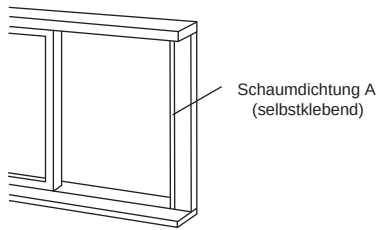

Abb.12
1. Schneiden Sie die Schaumdichtung A (selbstklebend) auf die passende Länge zu und kleben Sie sie auf den Fensterrahmen (Abb.12).